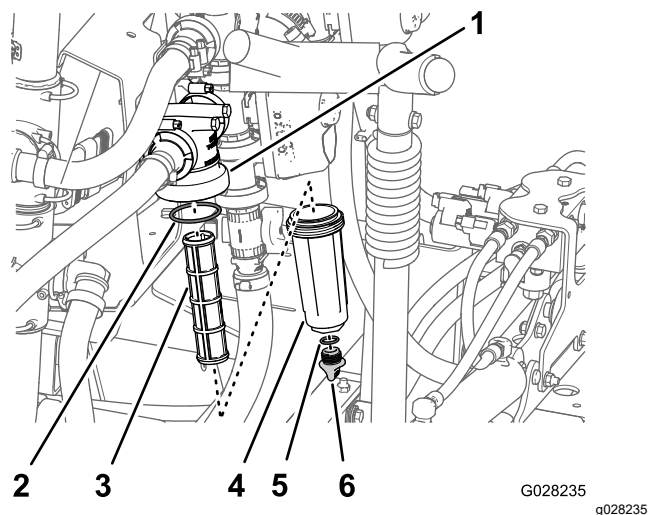

Рисунок 111
2. Поместите сливной поддон под фильтр линии нагнетания (Рисунок 111).
3. Поверните маслосливную пробку против часовой стрелки и снимите ее со стакана фильтра линии нагнетания (Рисунок 111).
4. Поверните стакан против часовой стрелки и снимите его с головки фильтра (Рисунок 111).
5. Извлеките старый элемент фильтра линии нагнетания (Рисунок 111).
6. Проверьте уплотнительное кольцо сливной пробки (расположенное внутри стакана) и уплотнительное кольцо стакана (расположенное внутри головки фильтра) на повреждения и износ (Рисунок 111).
7. Вставьте новый элемент фильтра линии нагнетания в головку фильтра (Рисунок 111).
8. Установите стакан на головку фильтра и затяните вручную (Рисунок 111).
9. Установите пробку в стакан и затяните ее от руки (Рисунок 111).